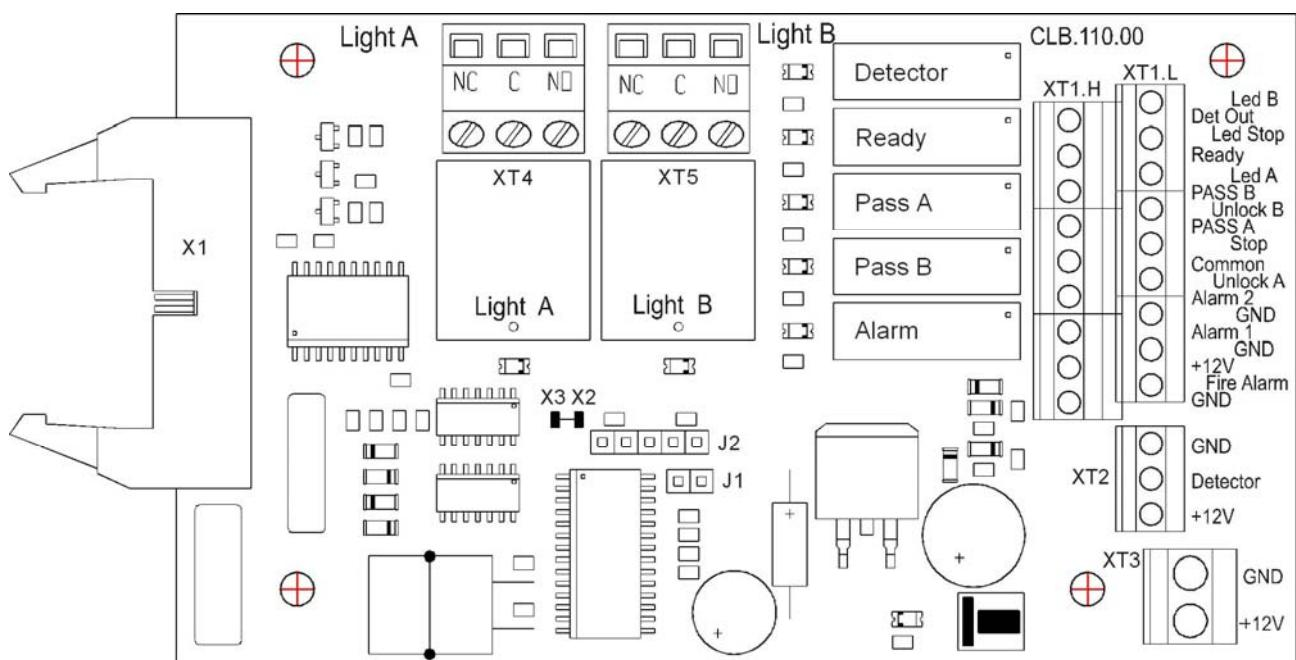

Рисунок 3 Внешний вид платы CLB
5.2.4 Пульт управления выполнен в виде небольшого настольного прибора в корпусе из ударопрочного АБС пластика и предназначен для задания индикации режимов работы при ручном управлении турникетом. Пульт управления подключается к плате CLB гибким многожильным кабелем (13) через клеммную колодку "XT1.L" (см. рисунок 3). На лицевой панели корпуса пульта управления расположены три кнопки для задания режимов работы турникета. Над кнопками расположены индикаторы. Средняя кнопка (далее по тексту – кнопка STOP) предназначена для переключения турникета в режим "Запрет прохода".
5.2.5 На плате CLB (см. рисунок 3) расположены:
5.4.3 Реле PASS A (контакты PASS A и Common), PASS B (контакты PASS B и Common), Ready (контакты Ready и Common), Detector (контакты Det Out и Common) и Alarm (контакты Alarm 1 и Alarm 2) имеют нормально-разомкнутые контакты. При этом общий для этих реле контакт Common не соединен с минусом источника питания турникета. В исходном (неактивном) состоянии при включенном питании контакты реле PASS A, PASS B, Ready и Detector замкнуты (на обмотку реле подано напряжение), а контакты реле Alarm разомкнуты (напряжение на обмотку реле не подано). Факт срабатывания / отпускания реле PASS A, PASS B, Ready, Detector и Alarm можно определить по загоранию / гашению красных индикаторов, которые установлены вблизи указанных реле (см. рисунок 3).